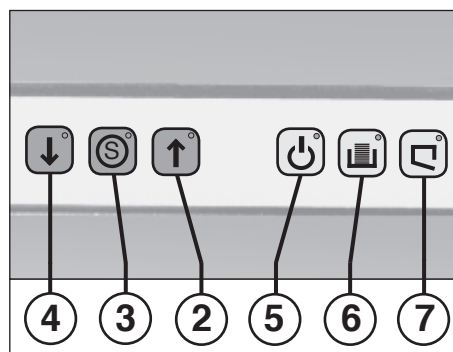

fig. 2
2 = Touche marche avant (fig. 2)
3 = Touche stop „S“ (fig. 2)
4 = Touche marche arrière (fig. 2)
„prêt à fonctionner“ (fig. 2)
„récipient plein“ (fig. 2)
„porte ouverte“ (fig. 2)
La petite lampe „prêt à fonctionner“ (5) ainsi que la lampe du bouton rouge stop „S“ (3) (fig. 2) s'allument pour signaler que la machine est prête à fonctionner.
Si la corbeille de réception est pleine, la machine s'arrête automatiquement et un signal sonore retentit. Le voyant de contrôle (6) (fig. 2) s'allume. Videz le récipient comme suit:
- Ouvrir la porte. Le voyant de contrôle (7) (fig. 2) s'allume.
- Le signal sonore s'arrête. Le voyant de contrôle (6) s'éteint.
- Placer un sac vide, remettre le récipient et refermer la porte. Le voyant de contrôle (7) s'éteint.